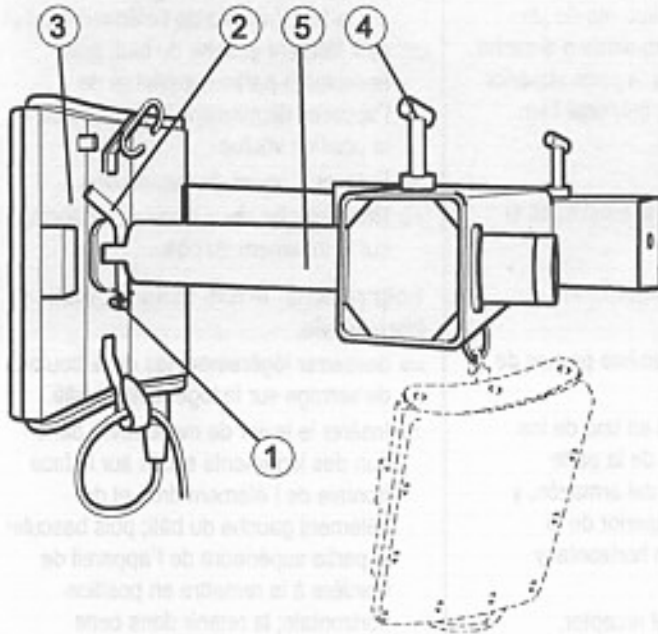

Bild 31 / Fig. 31
- ⇒ Remove safety pin (fig.31, pos.1) from the locking pin (fig.31, pos.2) for interior (smaller) heating plate (fig.31, pos.3).
- ⇒ Remove the locking pin of heating plate shaft (fig.31, pos.4); pull heating plate shaft (fig.31, pos.5) out of the mounting hole and install the appropriate shaft, proceeding in reverse order.
- ⇒ Enlever la goupille de sécurité (fig.31, pos.1) de la broche de fixation (fig.31, pos.2) de la plaque chauffante intérieure (plus petit modèle) (fig.31, pos.3).
- ⇒ Enlever la broche de fixation du support plaque chauffante (fig.31, pos.4), retirer le support plaque chauffante (fig.31, pos.5) de son trou de fixation; puis mettre en place le support plaque chauffante convenable en procédant dans l'ordre inverse.
- ⇒ Sicherungsfeder (Bild 31, Pos. 1) am Haltebolzen (Bild 31, Pos. 2) für innere (kleinere) Heizplatte (Bild 31, Pos. 3) herausziehen.
- ⇒ Haltebolzen des Heizplattenhalters (Bild 31, Pos. 4) entfernen, Heizplattenhalter (Bild 31, Pos. 5) aus Aufnahmebohrung herausziehen und benötigten Halter in umgekehrter Reihenfolge einsetzen.